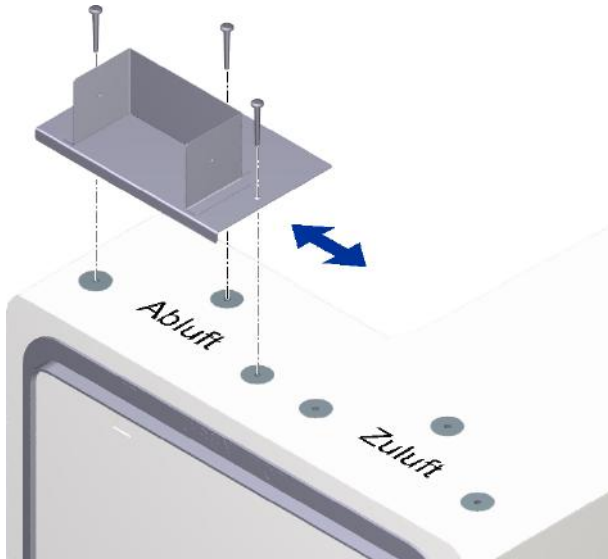
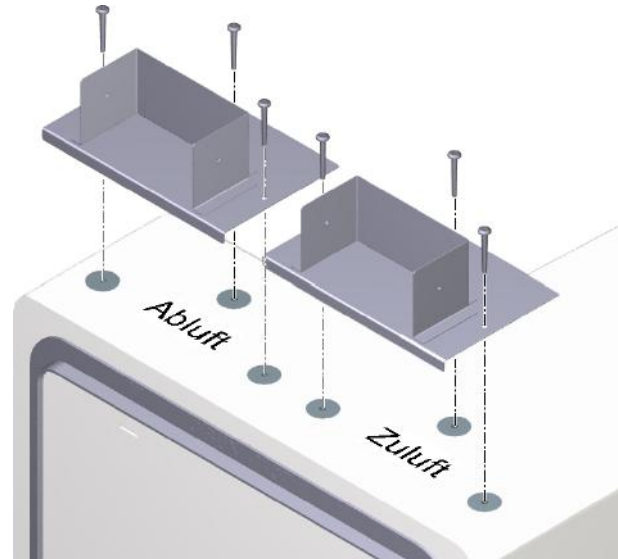

Abb. 6: M-WRG-M/MB-FR75(63)/1, Fixierplatte für Abluft **oder** Zuluft befestigen
Abb. 7: M-WRG-M/MB-FR75(63)/2, Fixierplatten für Abluft **und** Zuluft befestigen
- ▶ Befestigen Sie die Fixierplatte mit den Spaxschrauben (siehe Abb. 6 und Abb. 7).